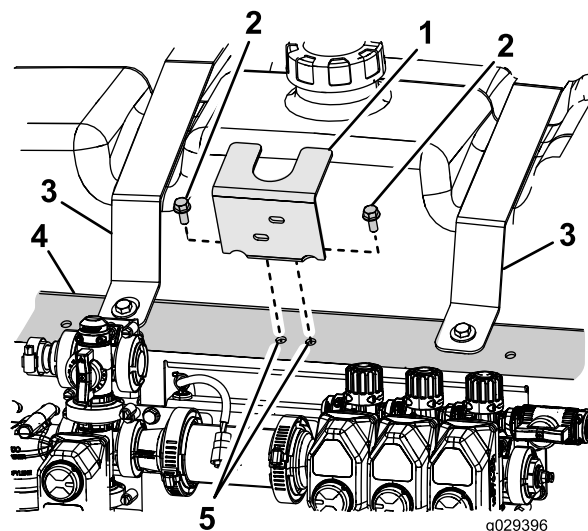

Figura 31
- A. Posizionate la staffa di supporto della valvola sulla parte superiore della guida di supporto della valvola nel punto a metà tra le 2 fasce del serbatoio di lavaggio (Figura 31).
2. Se non sono presenti 2 fori sulla parte superiore della guida di supporto della valvola per il montaggio della staffa di supporto della valvola (Figura 31), effettuate i seguenti passaggi:
1. Rimuovete il flessibile di alimentazione principale dal raccordo a T e dalla valvola dell'agitatore (Figura 31).